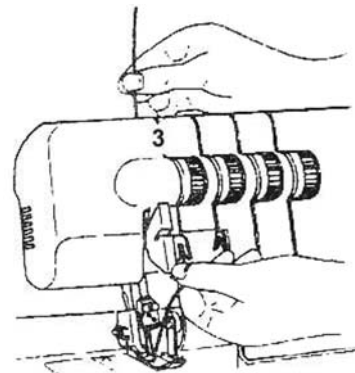

Abb.31
3. Halten Sie den Faden mit den Fingern fest, führen Sie ihn zwischen den Scheiben des Fadenspannungswählers ⑭ hindurch und ziehen Sie ihn dann nach unten (3) (Abb. 31).
① **Hinweis:**